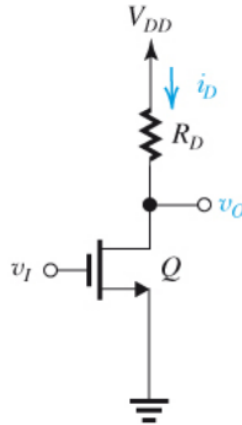

Figura 1.
- 1) Realizzare il circuito riportato nella **Figura 1.** sottostante, utilizzando una resistenza R_D di $3.9\text{ k}\Omega$, e impostando una tensione di alimentazione V_{DD} di 10 VDC .